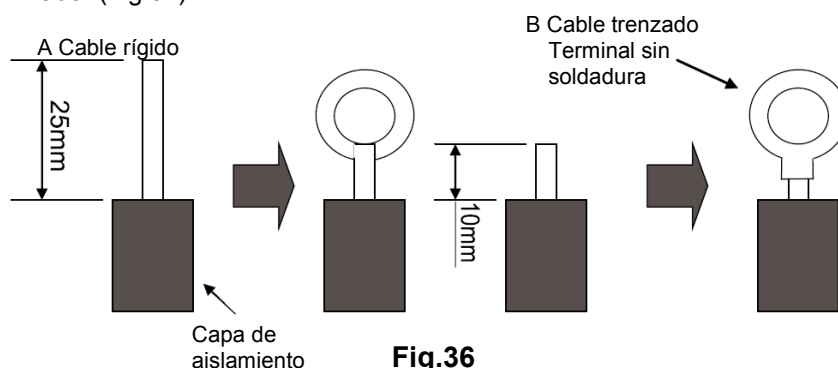

Fig.36
(1). Para cableado de núcleo sólido (Fig. 36)
(2). Para el cableado trenzado (fig. 36)